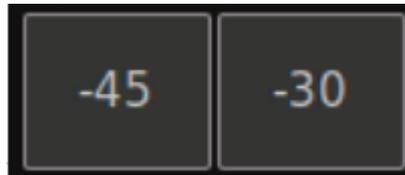

Рис. 18
8. При этом система на следующем цикле вращения в прямом направлении, единожды довернет TF на угол, заданный в поле «доворот». Доворот TF в обратном направлении осуществляется путем нажатия на кнопки Рис. 18.